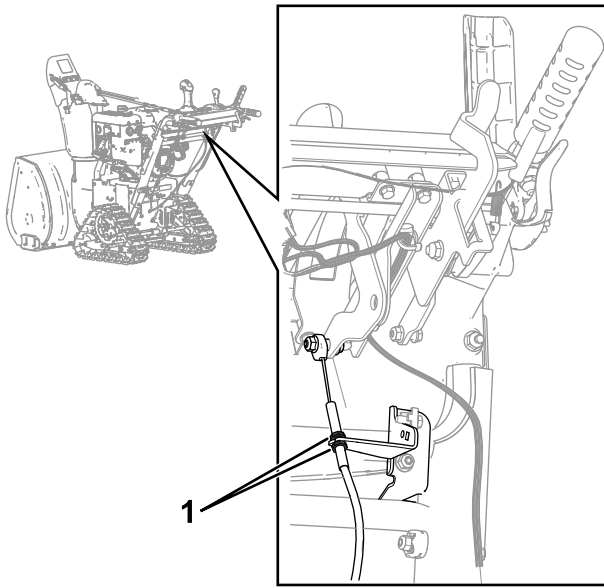

Bild 5
- B. Lösen Sie die beiden Muttern am Gaszug, der auf der Halterung des Geschwindigkeitsschalthebels sitzt, die sich unter dem Bedienfeld befindet (Bild 5).